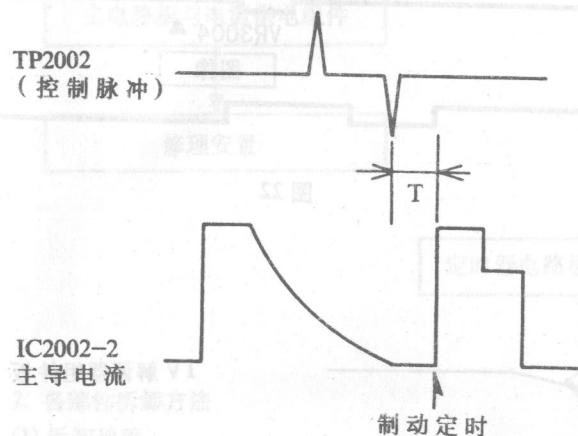

图7
③调节VR2019, 使相位移为 $3 \pm 2\text{ms}$, 如图7中T周期所示;
④置NTSC开关到3.58NTSC位置;
⑤以LP方式用空白磁带记录NTSC彩条信号并重放, 然后通过红外遥控器将录像机置于1/5反向慢放(按“SEARCH”键, 再按“-”键5次);
⑥调节VR2018, 使图7中的相位移T周期为 $9 \pm 2\text{ms}$ 。